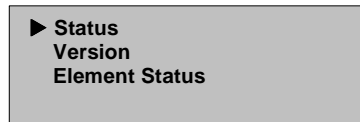

図57: [Status]の選択
5. [SuperLoader Info]サブメニューで、[Version]にスクロールします (図57を参照)。
5. [SuperLoader Info]サブメニューで、[Element Status]にスクロールします(図57を参照)。
5. [Drive Info]サブメニューで、[Status]にスクロールします（図57を参照）。